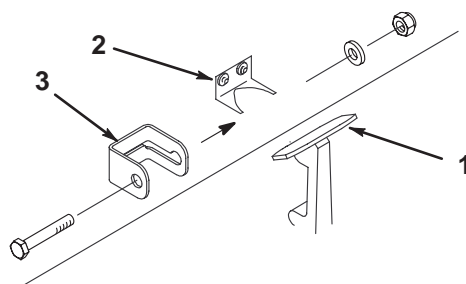

図 2
1. ブラケットからラッチを外す (図2)。
2. フード・ロック (図2) をラッチに合わせて入れる。
3. ラッチをブラケットに取り付け直す (図2)。
4. ロック・ブラケットにキャップスクリュー (1/4 × 1-1/2) を通し、平ワッシャ、ロックナットで締め付ける (図2)